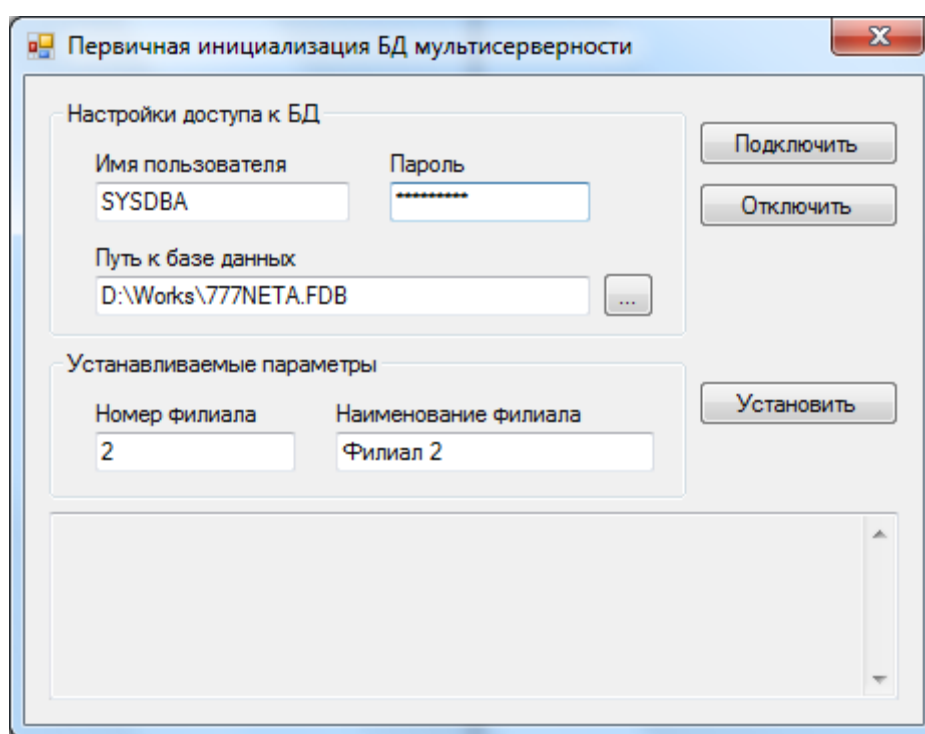

Рис.9
- Далее запускаем модуль первичной инициализации БД (REPLINIT.EXE). Указываем параметры соединения с базой данных и подключаемся к ней (Рис. 9). Указываем номер филиала (из ключа защиты) и наименование. Нажимаем кнопку «Установить». Если все выполнено успешно об этом будет выдано соответствующее сообщение в журнале приложения. Это действие выполняется только один раз.